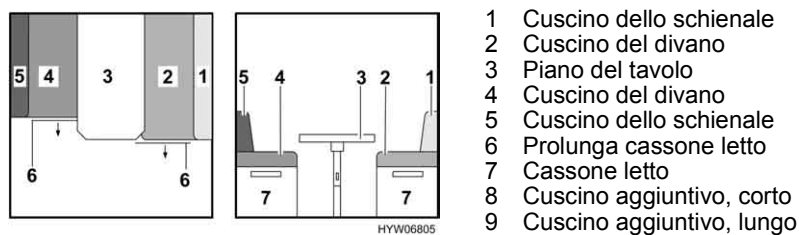

Fig. 31 Prima della trasformazione
- Sollevare leggermente il piano del tavolo in avanti (Fig. 31,3).
- Sistemare i due cuscini del divano (Fig. 31,2 e Fig. 31,4).